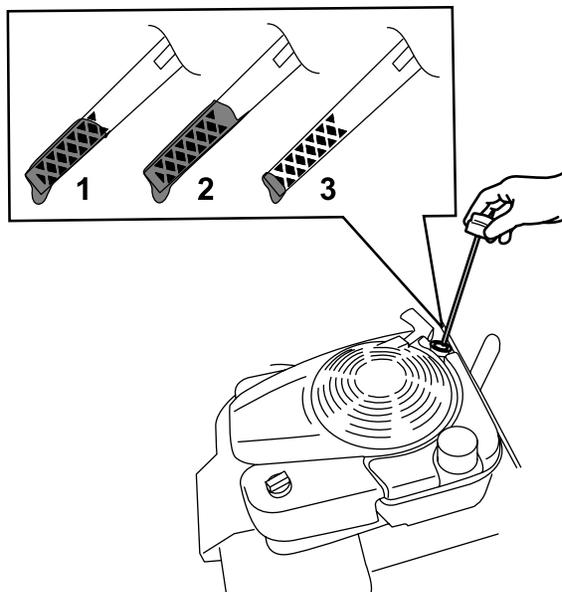

Рисунок 30
3. Извлеките масломерный щуп, повернув крышку против часовой стрелки и вытянув его (**Рисунок 30**).
10. Определите уровень масла по отметкам на щупе (Рисунок 30).